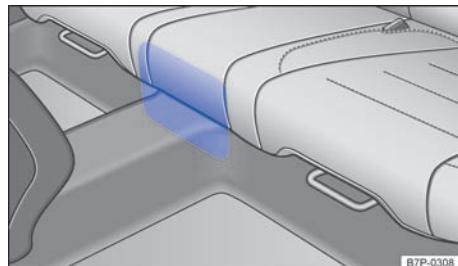

图 174 高电压蓄电池的通风导管在后座椅下
高电压蓄电池的一根通风导管位于后座长椅下。通过这根通风导管为高电压蓄电池吸入冷风。后座长椅下的通风区域 ⇒ 图 174 不得被挡住或盖住 ⇒ ①。